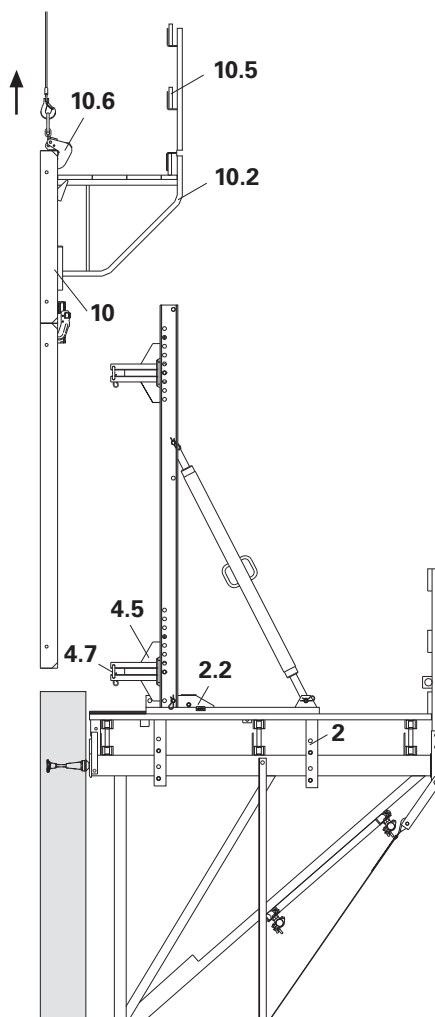

Fig. B2.20
1. Recuar o carro (2) e travar com cunha (2.2), ver B4.1. Travar os perfis verticais lateralmente.
2. Fixar o Gancho de Elevação MAXIMO (10.6) ao painel de cofragem (10) e ligar os meios de elevação.
5. Elevar e remover a cofragem (por exemplo, para a área de armazenamento) (Fig. B2.20)